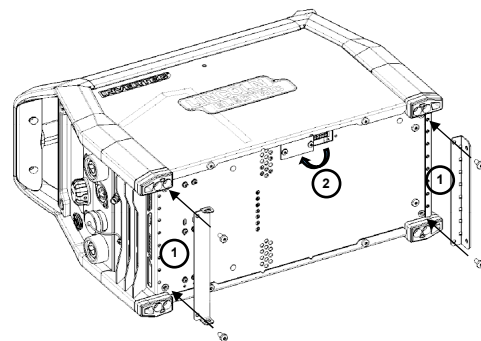

Figura 1
1. Așezați plăcile de metal adaptoare sub sursa de energie (Figura 1).
2. Scoateți șurubul trapei și rotiți-l la 180°C. Utilizați șurubul scos pentru a fixa trapa pe sursa de energie (Figura 1).